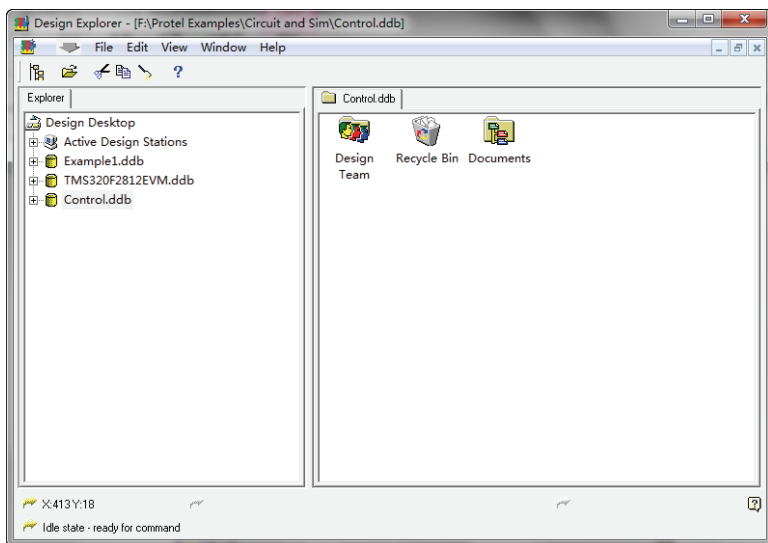

图 1-24 创建新的设计数据库
2) 建立或打开设计数据库后, 系统将显示如图 1-24 所示的界面。此时用户就可以进行创建新的原理图文件操作。
2) 建立或打开设计数据库后，系统将显示如图 1-24 所示的界面。此时用户就可以创建新的原理图文件。